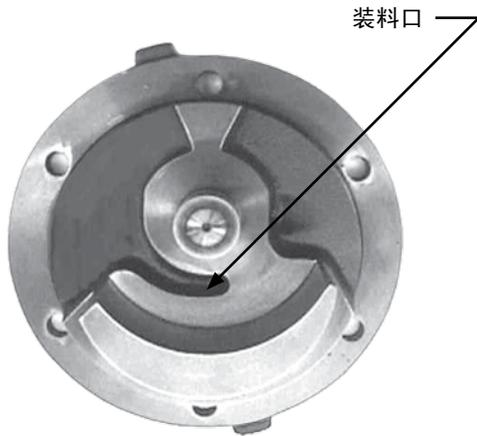

图3
参见图3由于顶部有装料口、因此 Viking 4076/4176 水泵会按照一定方向旋转。如需改变旋转方向、须替换顶部与销组件、还须反转减压阀、调整螺帽始终指向水泵的吸入侧。标准旋转方向为顺时针方向、由轴端处可见。
8. **KE 与 KKE 水泵：**用油脂填充球轴承并将其推入或压入轴承箱。参见第3页图3。